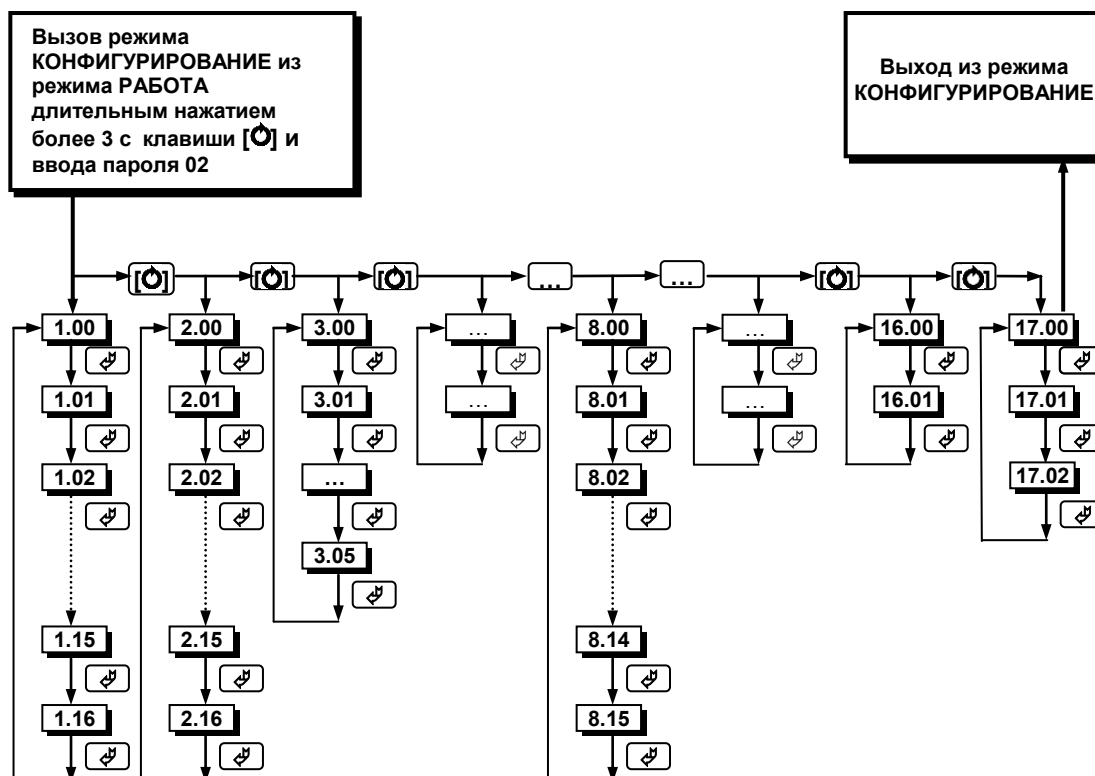

Рисунок 4.2 - Диаграмма уровней конфигурации и настроек
• Параметры разделены по группам, каждая из которых называется "уровень". Каждое заданное значение (элемент настройки) в этих уровнях называется "параметром". Параметры, используемые в индикаторе ИТМ-22 (ИТМ-20), сгруппированы в семнадцать уровней (15 задействованных и 2 резервных) и представлены на диаграмме (рисунок 4.2). Индикация значения параметров конфигурации и их номеров указаны на рисунке 4.3.